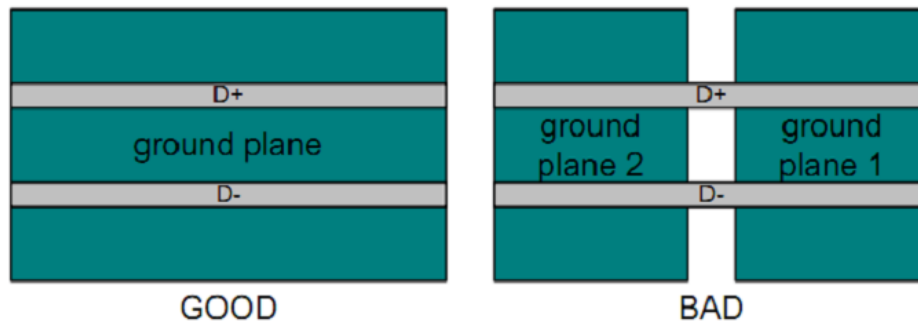
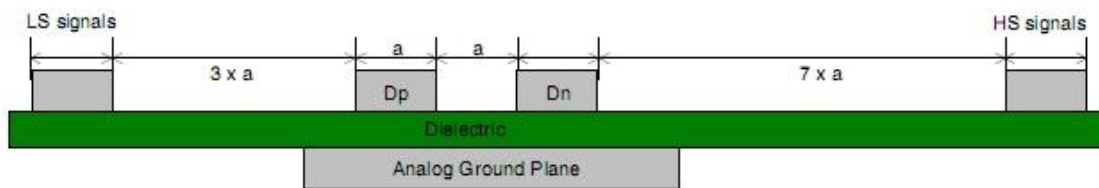

图10-4
图10-5 高速信号隔离
- 为抑制电磁辐射，USB建议在內层走线，并保证走线参考面是一个连续完整的参考面，不被分割，否则会造成差分线阻抗的不连续性并增加外部噪声对差分线的影响，如图10-4；如在表层走线，请注意用地线做包地处理，如图10-5；